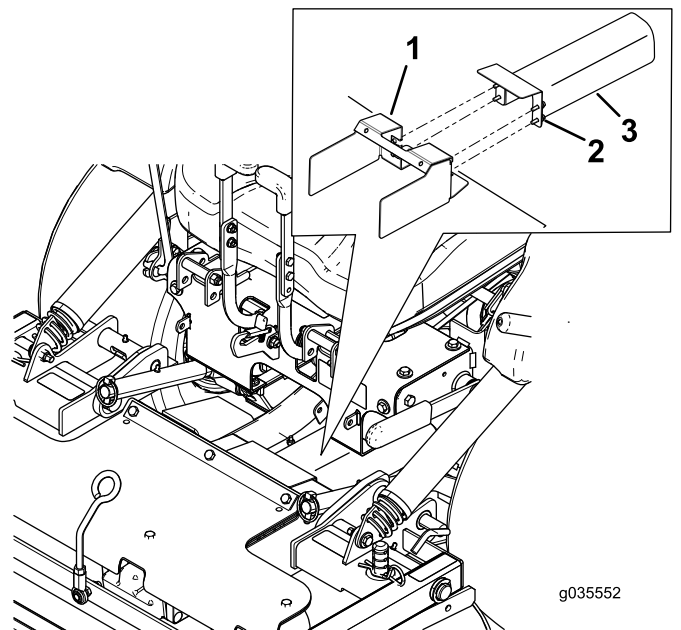

Figura 10
4. Allentate i bulloni e rimuovete le protezioni in metallo illustrate nella Figura 10.
- Montate le protezioni in metallo e i bulloni come illustrato nella Figura 10.